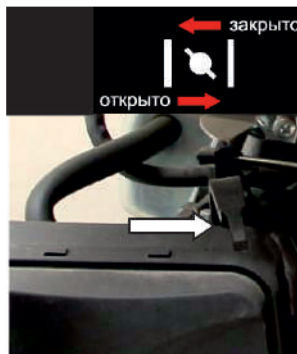

Рис. 15
5. После прогрева двигателя плавно переведите рычаг воздушной заслонки в положение «Открыто» (Рис. 15). При повторном пуске, когда двигатель прогреет, воздушную заслонку использовать не нужно.